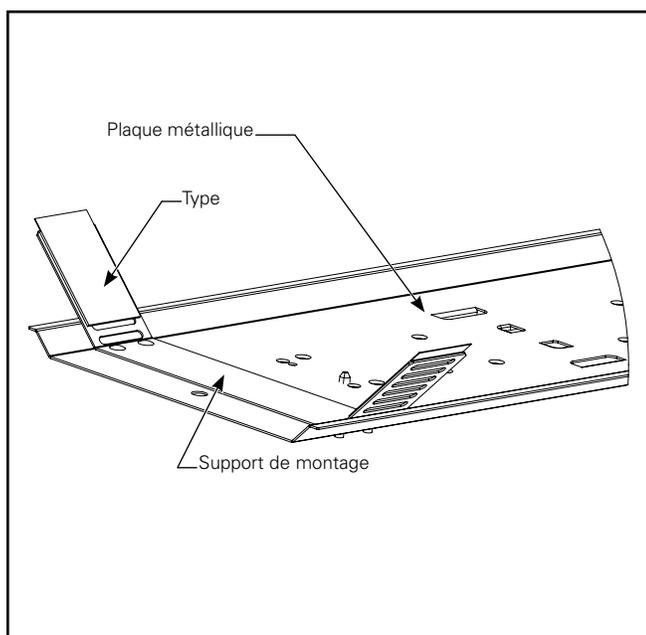

Figure 4.
- Les supports de montage comportent du ruban à chaque extrémité pour faciliter l'installation. Avant de procéder à l'installation, nettoyez les côtés du luminaire existant afin de retirer toute trace d'huile, de saleté et de graisse. Retirez ensuite la pellicule protectrice par-dessus le ruban en tirant la languette. Le ruban soutiendra **TEMPORAIREMENT SEULEMENT** la plaque métallique en place parce qu'il n'est **PAS** conçu pour maintenir la plaque métallique en place de manière permanente. (Figure 4.)